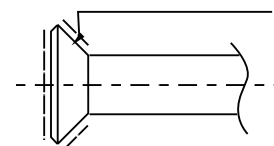

Fig. 6.2
4. Appliquez de l'huile réfrigérante sur les surfaces du tuyau évasé et des écrous de raccord, puis serrez-la à la main pendant 3 à 4 tours avant de fixer les écrous évasés. (Voir Fig. 6.2)